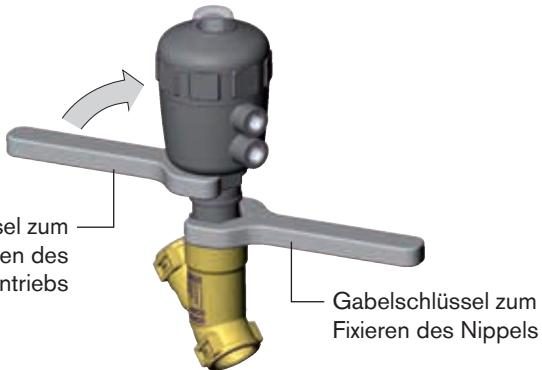

Bild 19: Drehen mit Gabelschlüssel
- Passenden Gabelschlüssel am Sechskant des Antriebs ansetzen (siehe „Bild 19“).
- Den Antrieb **nur im vorgegebenen Richtungssinn** drehen (siehe „Bild 19“).